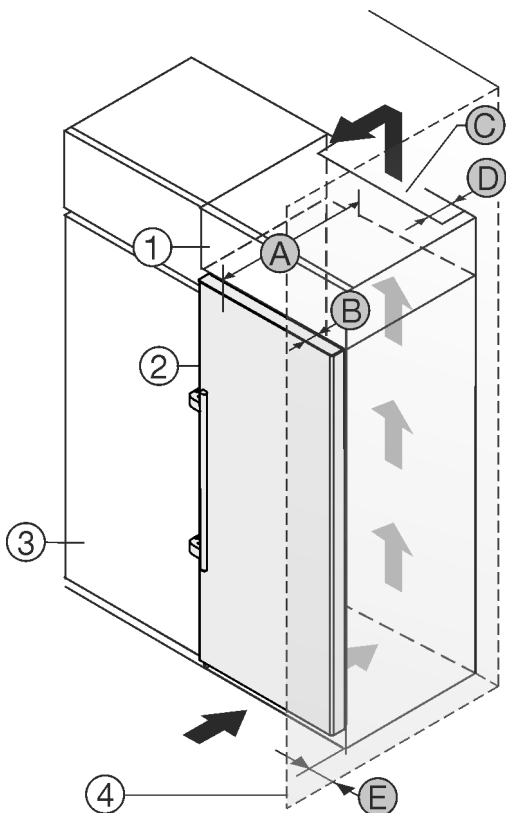

Fig. 2
Uređaj možete postaviti neposredno pored kuhinjskog ormara Fig. 2 (3).\*
Na stražnjoj strani visećeg ormara treba postojati otvor za odzračivanje dubine Fig. 2 (D) po cijeloj širini visećeg ormara.\*
Ispod stropa prostorije treba poštovati ventilacijski presjek Fig. 2 (C).\*
Kada se uređaj postavlja s okovima pored zida Fig. 2 (4), razmak između uređaja i zida mora iznositi najmanje 57 mm . To odgovara stajanju ručice kod otvorenih vrata.\*
Kako biste vrata mogli potpuno otvoriti, uređaj mora biti za dubinu vrata Fig. 2 (B) ispred u odnosu na prednjicu kuhinjskog ormara. Ovisno o dubini kuhinjskih elemenata Fig. 2 (3) i uporabi zidnih odstoynika, uređaj može i dalje stršati.\*